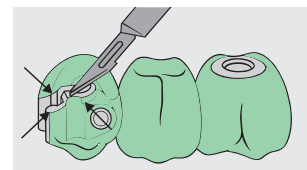

Fig. 6
**Important:** L'intérieur du boîtier doit être parfaitement propre (exempt de cire). Il est donc recommandé de gratter à l'aide d'un scalpel une légère rainure au niveau du raccord cire/boîtier comme cela est illustré (Fig. 6). Lors de la mise en revêtement, il faut assurer un enrobage précis et sans bulles de la vis à l'intérieur du boîtier. Nous conseillons donc de mouiller préalablement la partie femelle avec de l'eau.